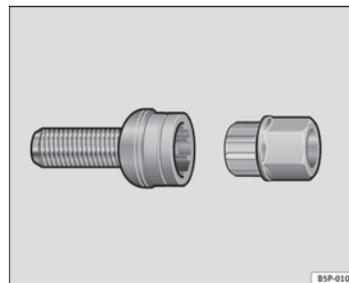

Fig. 187 Tornillo antirrobo de la rueda
- Coloque el adaptador hasta el tope en el tornillo antirrobo de la rueda ⇒ fig. 187.